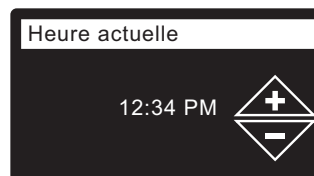

FIG. 24
19. **HEURE ACTUELLE** Appuyez sur le bouton BAS (▼) ou HAUT (▲) pour régler l'heure (cf. Figure 24). Maintenez le bouton enfoncé pour faire défiler rapidement. Vérifiez que la période indiquée est correcte (AM ou PM). L'horloge sera en format 24 heures si vous avez choisi les unités métriques à l'étape 17.
20. Appuyez sur le sélecteur (O).